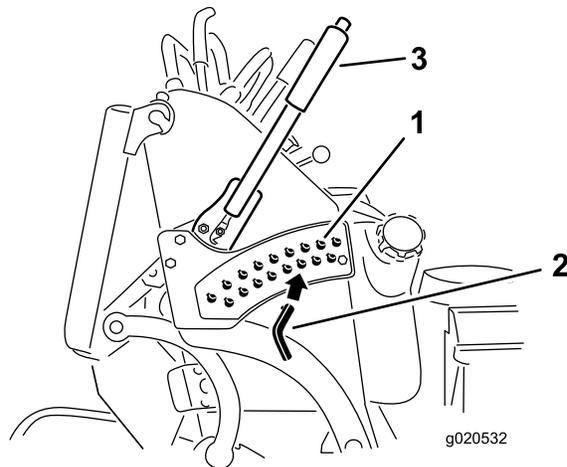

図 21
3. 刈高ブラケットについている穴から、希望する刈高に対応する穴を見つけ、その穴にピンを通す 図 21。
4. 上部についているボタンを押して刈高レバーをピンまで下げる 図 21。